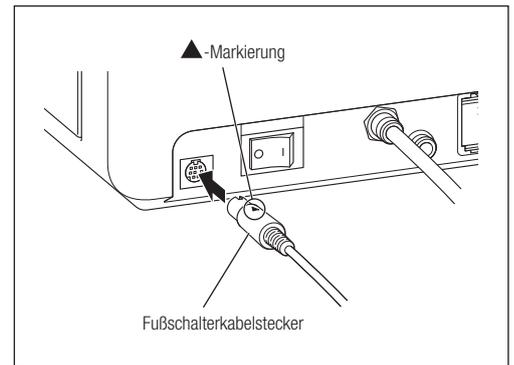

Abb. 5
- 2) Führen Sie den Fußschalterstecker so in die Fußschalterkabelbuchse ein, dass die ▲-Markierung nach oben zeigt (Abb. 5).